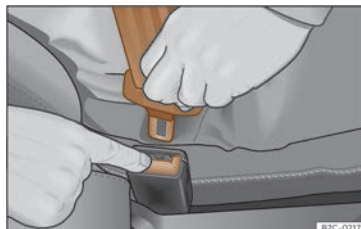

Fig. 10 Deixar anar la llengüeta del tancament del cinturó.
- Premeu la tecla vermella del tancament »»» **fig. 10.** La llengüeta saltarà del tancament.